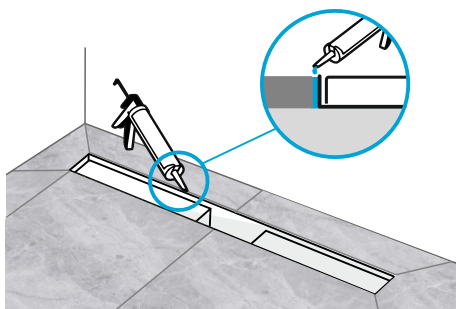

Рис. 10
10. После высыхания плиточного клея заполните стык между корпусом трапа и плиткой герметиком или влагостойкой затиркой (рис. 10).